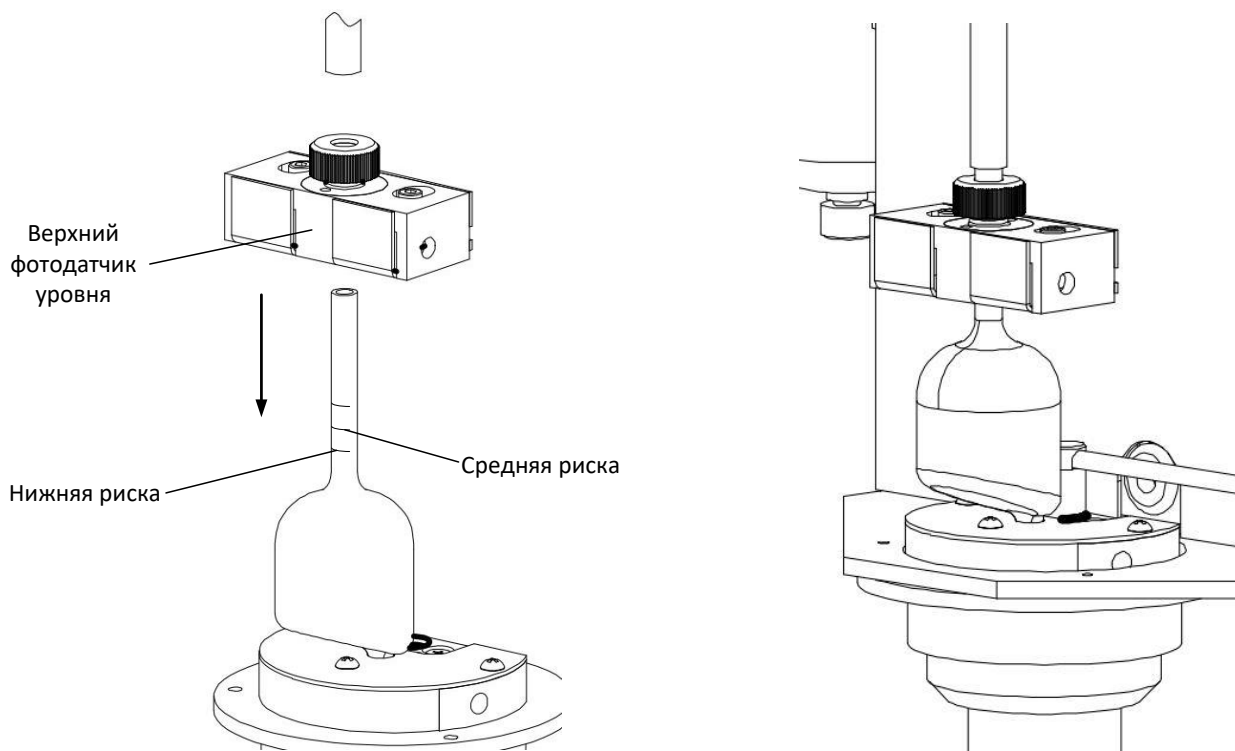

Рисунок 8 – Установка верхнего фотодатчика уровня
4.3.4 Перед испытанием необходимо осуществить промывку. Для этого нужно в пустую колбу залить до риски растворитель (таблица 4) и закрепить колбу к технологическому блоку. Перед промывкой необходимо убедиться, что верхний фотодатчик уровня крепится к верхней части пипетки (рисунок 8) – нижняя поверхность верхнего фотодатчика уровня должна быть установлена по нижней риску на пипетке (средняя риска не должна перекрывать световоды).